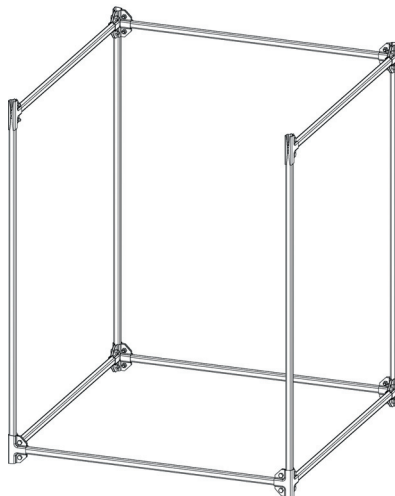

Рисунок 9 – Предварительная фиксация конструкции среднего уровня
8. Предварительно зафиксировать собранную конструкцию среднего уровня с помощью позиции «Скоба крепежная А5 х 4» в количестве 2 шт., фиксируемой с помощью позиции «Болт DIN933 М8х20 оцинк.» в количестве 8 шт. и позиции «Гайка DIN934 М8 оцинк.» в количестве 8 шт., и позиции «Скоба крепежная А1» в количестве 2 шт., фиксируемой с помощью позиции «Болт DIN933 М8х20 оцинк.» в количестве 4 шт. и позиции «Гайка DIN934 М8 оцинк.» в количестве 4 шт. (см. Рисунок 9);